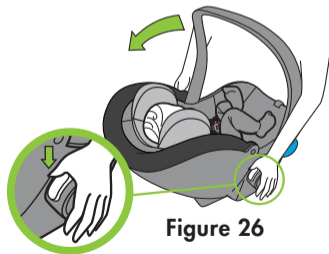

Figure 26
- Appuyez sur les deux boutons de réglage de la poignée de transport et faites pivoter la poignée jusqu'à ce qu'elle se verrouille dans la position souhaitée, comme indiqué à la **Figure 26**.